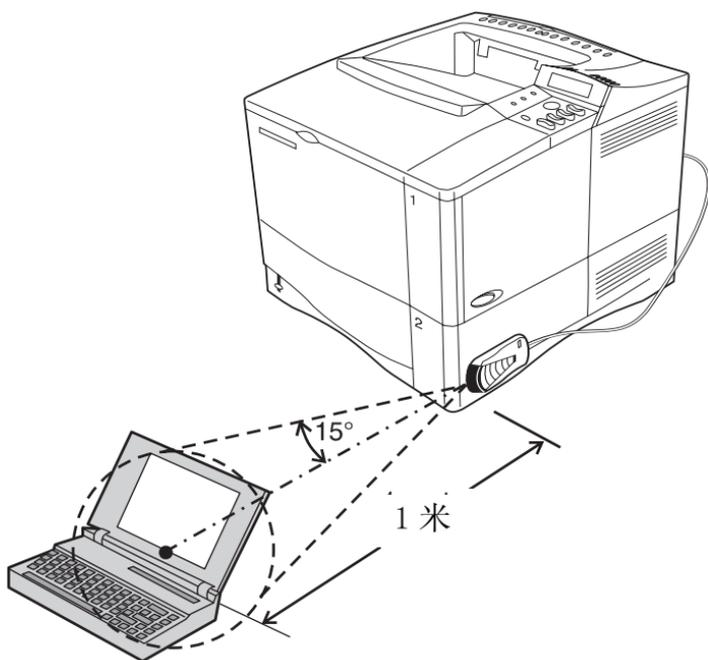

图 5 打印设备之校准
- 1 使您的便携式计算机（或配备符合 IRDA 规格的红外窗口的任何其它便携式设备）位于 HP Fast InfraRed Receiver 1 米（最多为 2 至 3 英尺）之内。红外窗口必须呈 ± 15 度角，以确保为打印进行有效连接。图 5 显示了打印所必须的设备校准状况。
如果状态指示灯不亮，将 HP Fast InfraRed Receiver 与发送设备上的红外端口重新校准，再次发送打印作业，参考图 5 保持所有设备的校准。如果您需要移动设备（例如加纸），请核实所有设备仍然保持在图 5 中显示的操作范围内。只有这样才能保持需要的连接。如果在打印作业结束前连接中断，HP Fast InfraRed Receiver 状态指示灯会关闭。您必须在 40 秒内恢复连接，继续打印该作业。如果在该指定时间内恢复连接，状态指示灯会重新亮起。